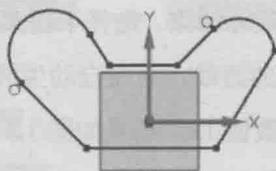

图 1.3.2 草图轮廓
Step2. 选择下拉菜单 **插入(I)**  **在任务环境中绘制草图(C)...** 命令，选择 XY 平面为草图平面，单击 **确定** 按钮，系统进入草图环境。选择下拉菜单 **插入(I)**  **曲线(C)**  **轮廓(O)...** 命令，绘制图 1.3.2 所示的草图轮廓。